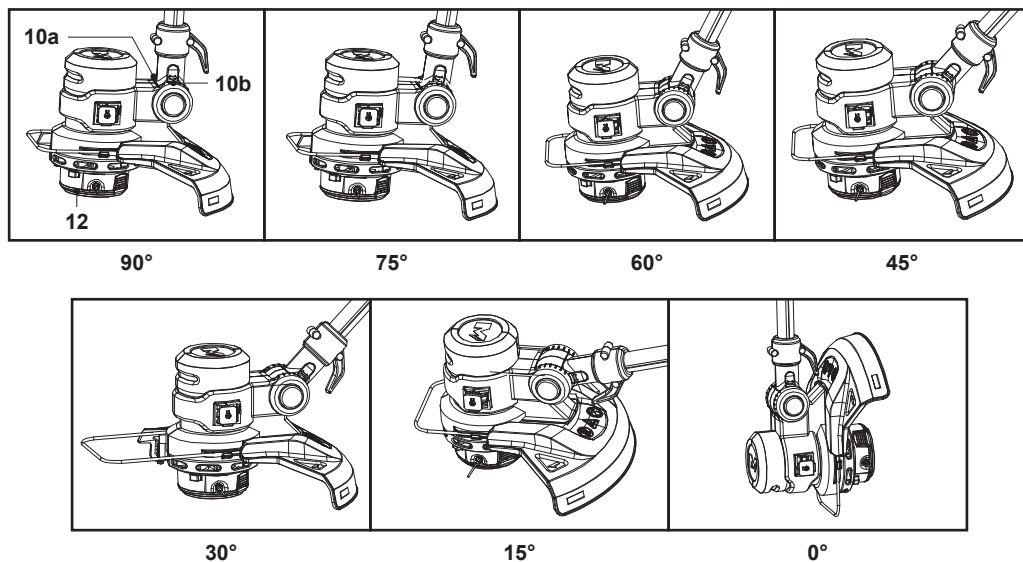

Fig. 10
Incline o ângulo da cabeça do aparador (12) para se ajustar às condições do solo para aparar ou bordadura alinhando o indicador (10a) com a linha indicadora (10b) (Fig. 10).